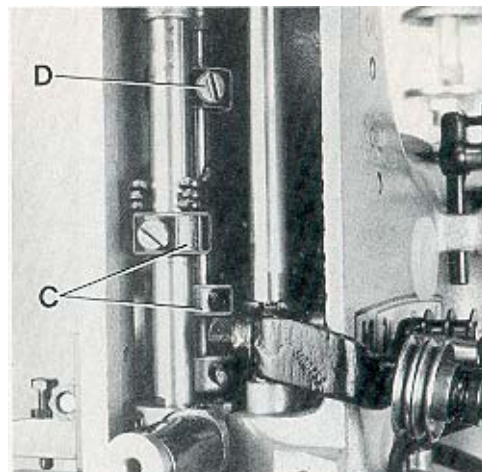

Fig. 25
By relocating the collars (C, Fig. 25) which serve as a leaf spring rest on the left and right presser bar, the pressure can be changed. Raising the collars increases the pressure, lowering the collars decreases it. The presser foot lift is limited with the upper stop collar (D, Fig. 25) on the right presser bar. When the needles are in their lowest position and the presser foot is lifted with the presser foot lifter lever, the needle holder should not contact the presser foot. Besides this, the lifted presser foot should not contact the right upper spreader moving upwards. Set the stop collar (D) accordingly.
Durch Verstellen der als Blattfederauflage dienenden Stellringe (C, Fig. 25) auf der linken und rechten Drückfußstange kann der Druck verändert werden. Verstellen der Stellringe nach oben verstärkt, Verstellen nach unten verringert den Druck. Der Hub des Drückfußes wird mit dem Anschlag-Stellring (D, Fig. 25) oben auf der rechten Drückfußstange begrenzt. Wenn die Nadeln in der untersten Stellung sind und der Drückfuß mit dem Drückfuß-Lifterhebel angehoben wird, darf der Nadelhalter den Drückfuß nicht berühren. Zudem darf der geliftete Drückfuß den nach oben gehenden rechten oberen Blindgreifer nicht berühren. Stellen Sie den Anschlag-Stellring (D) entsprechend ein.